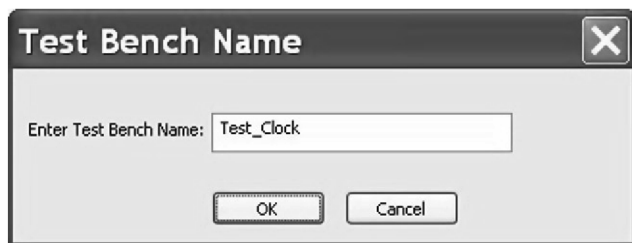

图 22.11 建立 Test\_Clock 测试平台
1. 首先选择 Counter.dsn 设计项目，然后从顶部工具栏中选择 **Tools > Test Bench > Create Test Bench** 建立测试平台。如图 22.11 所示，将测试平台命名为 Test\_Clock。单击 OK 按钮进行确定，如果系统提示是否保存，再次单击 OK 按钮对设计项目进行保存。